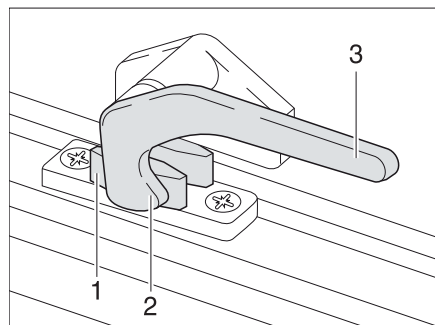

Fig. 38 Levier de verrouillage en position "Fermé"
- Tourner le levier de verrouillage (Fig. 38,3) d'un quart de tour vers le centre de la fenêtre.
- Tourner le levier de verrouillage (Fig. 38,3) d'un quart de tour vers le cadre de la fenêtre. Le tenon de verrouillage (Fig. 38,2) se trouve sur le côté intérieur du verrouillage de fenêtre (Fig. 38,1).
- En position "Fermé" (Fig. 38)